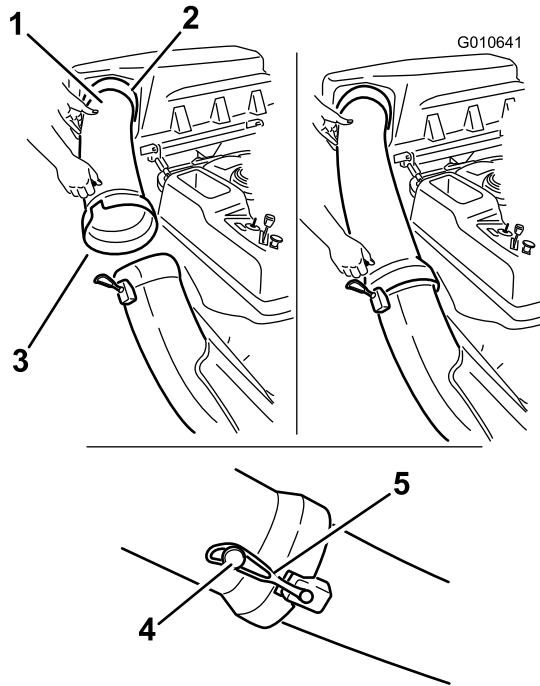

Figure 28
1. Glissez l'extrémité courbe du tube d'éjection dans l'ouverture du couvercle du collecteur (Figure 28).
2. Glissez l'extrémité évasée du tube d'éjection sur l'extrémité de la goulotte. Accrochez la sangle en caoutchouc de la goulotte à l'ergot situé sur le tube d'éjection pour le fixer en position (Figure 28).